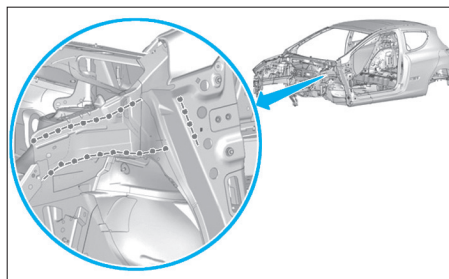

FIG. 30
- Préparer les zones d'accostage des pièces à assembler (Fig.30).